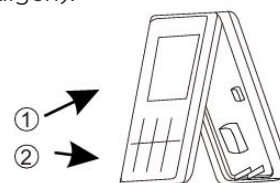

Fig.3
4. Na het aansluiten van de verbindingdraad op het hoofdlichaam van de draadcontroller, installeer het hoofdlichaam volgens de volgende stappen, zoals weergegeven in Fig. 3: